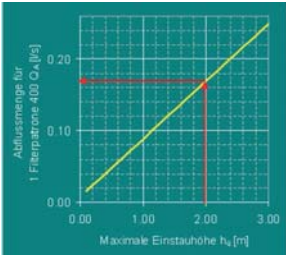

Abb. 2: Abfluss Q_A pro Filterpatrone [l/s]
- Maximalen Abfluss Q_A bestimmen -> Abb. 2